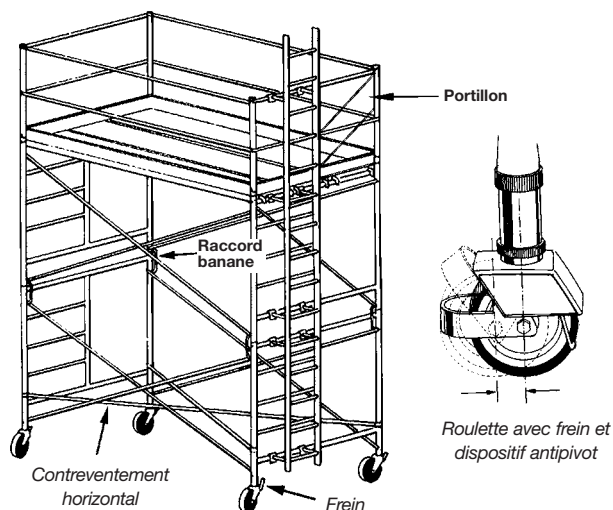

Figure 4.3
Il s'agit de l'échafaudage le plus fréquemment utilisé dans l'industrie de la construction. Dans le passé, il était fabriqué de tubes d'acier, mais l'aluminium est de plus en plus populaire. Les échafaudages sont offerts en diverses configurations et portées. Certains systèmes intègrent des échelons dans le cadre d'extrémité (figure 4.1). Ces échelles ne sont pas appropriées dans le cas d'une tour d'échafaudage, à moins de prévoir des plateformes de repos à intervalles réguliers et des trappes dans les plateformes. D'autres modèles comportent une échelle fixée aux cadres d'extrémité (figure 4.3). L'échelle montrée dans la figure 4.3 est continue; les travailleurs accèdent à la plateforme par un portillon. Ce type d'échelle n'est pas approprié aux échafaudages élevés. Les échafaudages d'une hauteur de plus de 9 m (30 pi) doivent intégrer un escalier et des plateformes de repos. Les échelles verticales peuvent atteindre 9 m, mais au-delà de 2,2 m (7 pi), il faut installer des cages de sécurité.
- **Type à roulette** Ce type d'échafaudage est plus approprié au travail sur un plancher lisse, habituellement à l'intérieur des bâtiments. Toutes les roulettes doivent être munies de dispositifs de freinage (figure 4.3). Il faut ériger ce type d'échafaudage de façon à ce que son rapport hauteur-largeur ne dépasse pas 3 pour 1. La hauteur des plateformes munies de stabilisateurs auxiliaires et à largeur simple à environ 9 m (30 pi).